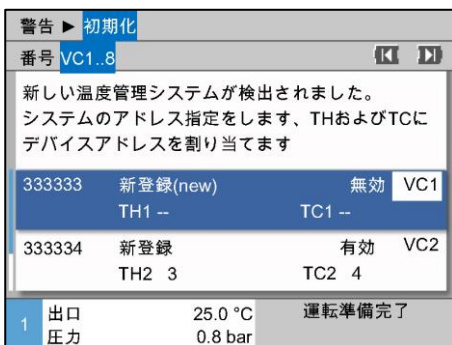

図23：モジュールIDの割当て
2. ボタン を押して、VCモジュールのアドレスを設定します (→ 図23 例：VC1)